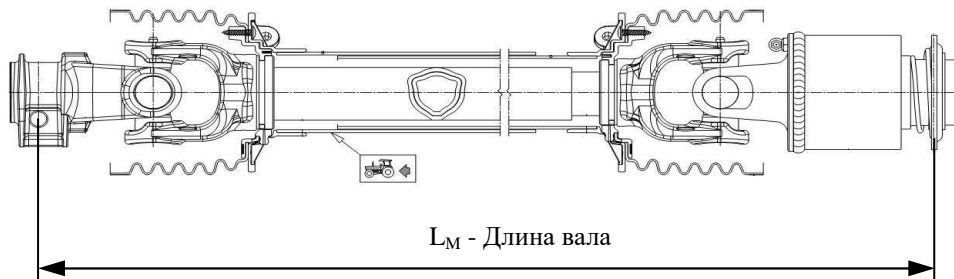

Рис. 17. Правильное измерение длины вала
- от измеренного размера следует отнять дополнительно 150 мм для сохранения зазора и на такое расстояние сократить вал (Рис. 17). Информация относительно правильного сокращения валов находится в пункте 5.5 данного руководства по эксплуатации, на наклейке N-149 установленной на машине и находящимся на вале руководстве производителя вала.